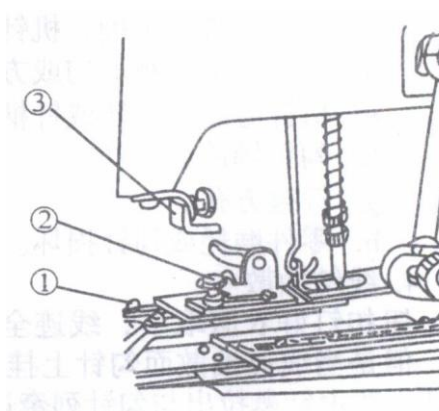

Рис.10
7. Регулировка зажима пуговицы (как показано в рис. 10).